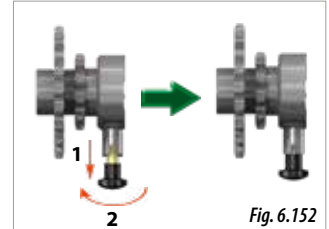

Fig. 6.152
- 3- Pe axul de transmisie unde se află ambreiajul (Fig. 6.149), trageți de siguranță și rotiți-o la 90° pentru a o bloca în poziția de transmisie (Fig. 6.152).